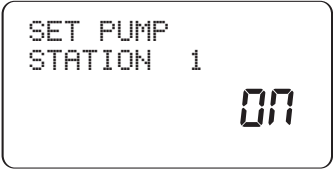

Figura 21: Funzione di avvio pompa attivata per la stazione 1
2. Premere una sola volta il tasto **RAIN DELAY** (Ritardo pioggia) [Vedere la Figura 21]